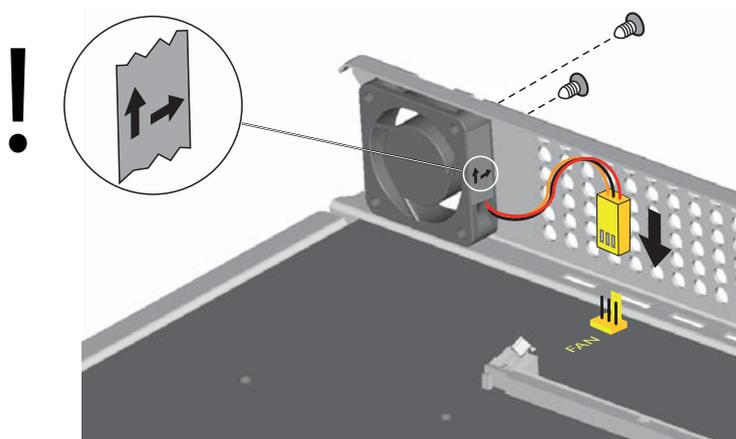

Fig. 17 Montage du ventilateur dans l' Mitel 430
3. Fixez le ventilateur à l'intérieur du boîtier à l'aide des 2 vis. Ce faisant, examinez les flèches sur le ventilateur. Elles vous indiquent le sens de rotation et le flux d'air. Le flux d'air doit mener à l'extérieur du boîtier du serveur de communication (voir Fig. 17).